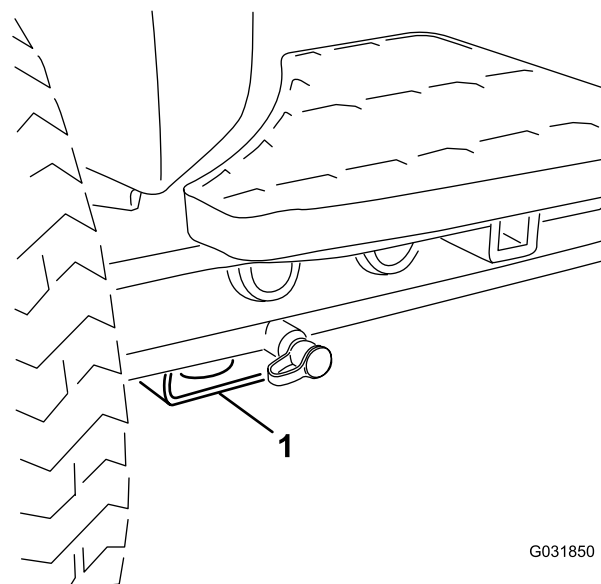

Рисунок 37
- В передней части используйте прямоугольную подкладку под трубой моста внутри каждого переднего колеса (Рисунок 37).